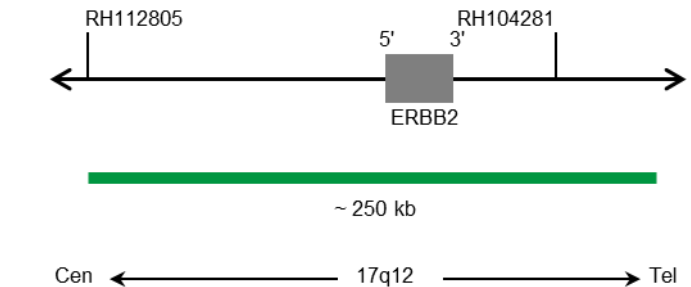

Fig. 1: SPEC ERBB2 Mapa da sonda (não à escala)
- Polinucleótidos marcados com digoxigenina (~1,1 ng/μl), que têm como alvo sequências mapeadas em 17q12* (chr17:37,725,661-37,973,541) que albergam a região do gene ERBB2 (ver Fig. 1).
- Polinucleótidos marcados com dinitrofenilo (~1,1 ng/μl), que têm como alvo sequências mapeadas em 17p11.1-q11.1 específicas para a região centromérica satélite alfa D17Z1 do cromossoma 17 (ver Fig. 1).